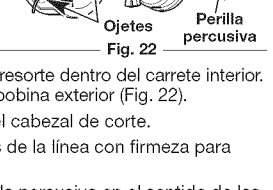

Fig. 20
- Usando uno de los extremos separados, inserte una de las líneas en el agujero superior y la otra en el agujero inferior del carrete interior (Fig. 20).